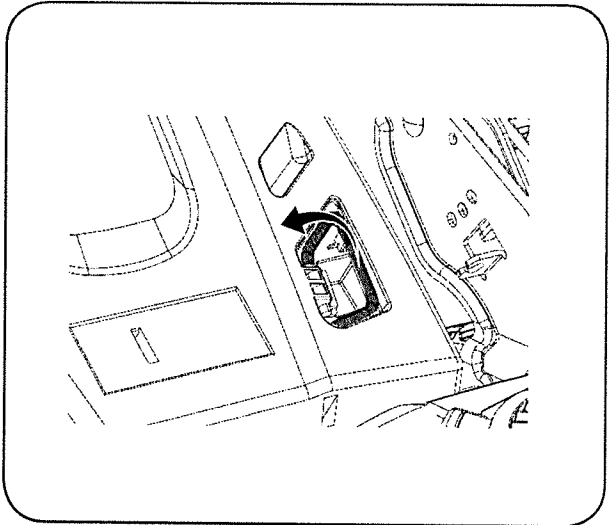

Figura 6
2. Levante el asa en la dirección indicada hasta que salga por completo.(Figura 6).